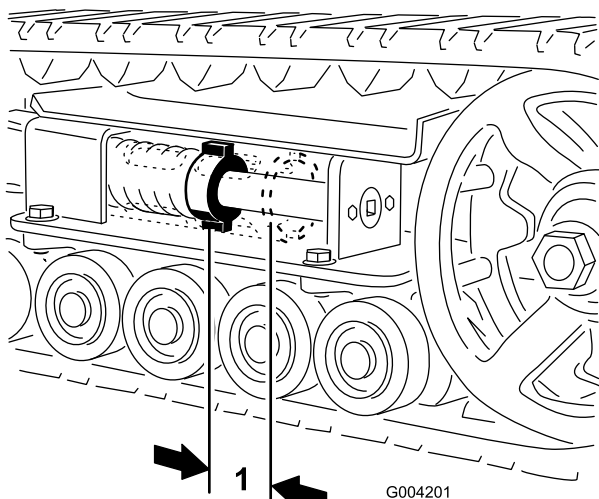
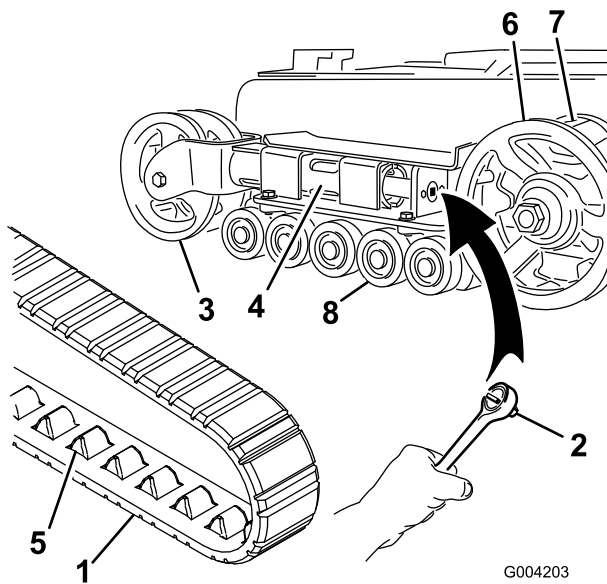
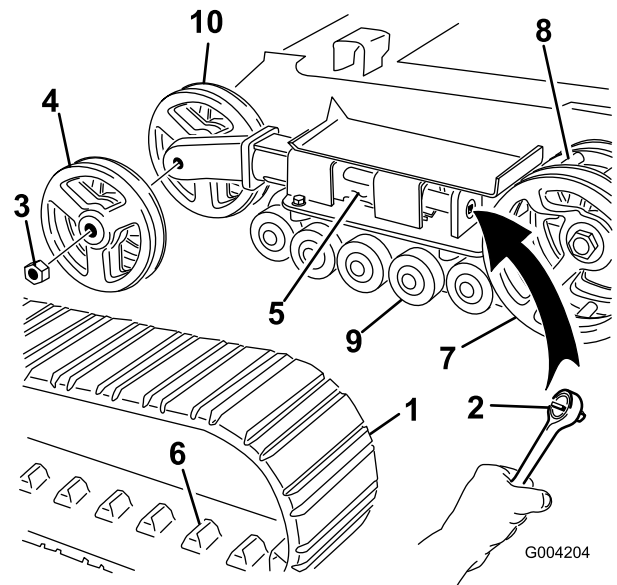

**Figure 45**
Figure 46
Figure 47
3. Enlevez le boulon et l'écrou de blocage (Figure 45).
4. À l'aide d'un entraînement carré de 13 mm (1/2"), (Figure 46), tournez la vis de tension dans le sens antihoraire jusqu'à obtention d'un espacement de 7 cm entre l'écrou de tension et l'arrière du tube de tension (Figure 44).
5. Alignez l'encoche la plus proche dans la vis de tension avec le trou du boulon de blocage et fixez la vis avec le boulon et l'écrou de blocage (Figure 45).
4. À l'aide d'un entraînement carré de 13 mm (1/2"), tournez la vis de tension dans le sens horaire pour détendre la transmission (Figure 45 et Figure 46).
4. À l'aide d'un entraînement carré de 13 mm (1/2"), tournez la vis de tension dans le sens horaire pour détendre la transmission (Figure 45 et Figure 47).
5. Poussez la roue de tension vers l'arrière de la machine pour appuyer le tube de fourche contre le châssis (Figure 46). (S'il ne touche pas le châssis, continuez de tourner la vis de tension jusqu'à ce qu'il le touche).
7. Lorsque la chenille est déchaussée, retirez-la du pignon d'entraînement et des galets de roulement (Figure 46).
8. Pour installer la chenille neuve, commencez par l'enrouler autour du barbotin, en veillant à ce que les crampons s'engagent correctement entre les entretoises du barbotin (Figure 46).
9. Poussez la chenille sous et entre les galets de roulement (Figure 46).
5. Poussez la roue de tension vers l'arrière de la machine pour appuyer le tube de tension contre le châssis (Figure 47). (S'il ne touche pas le châssis, continuez de tourner la vis de tension jusqu'à ce qu'il le touche).
6. Retirez l'écrou de fixation de la roue de tension extérieure et déposez la roue (Figure 47).
7. Déposez la chenille (Figure 47).
8. Retirez l'écrou de fixation de la roue de tension intérieure et déposez la roue (Figure 47).
12. Posez la roue de tension intérieure et fixez-la avec l'écrou retiré précédemment (Figure 47).
14. Posez la chenille neuve en prenant soin que les crampons s'engagent entre les entretoises au centre du barbotin (Figure 47).
15. Posez la roue de tension extérieure et fixez-la avec l'écrou retiré précédemment (Figure 47).